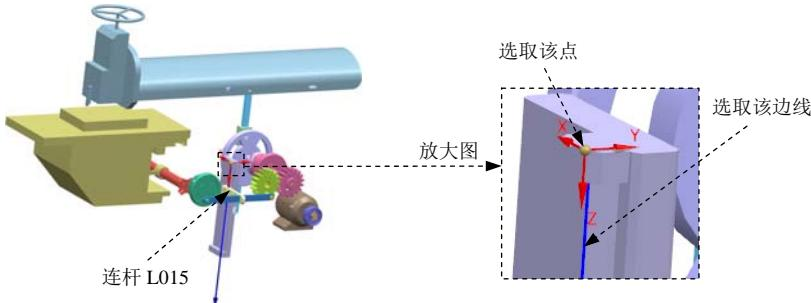

图 10.9.21 定义滑动副（三）
(2) 选择连杆。选取图 10.9.21 所示的连杆 L015。
(3) 定义原点及矢量。在“运动副”对话框的指定原点下拉列表中选取“自动判断的点” 选项，在模型中选取图 10.9.21 所示的点为定位原点参照；选取图 10.9.21 所示的边线作为矢量参考边，方向向下。
(4) 单击应用按钮，完成第十三个运动副的添加。